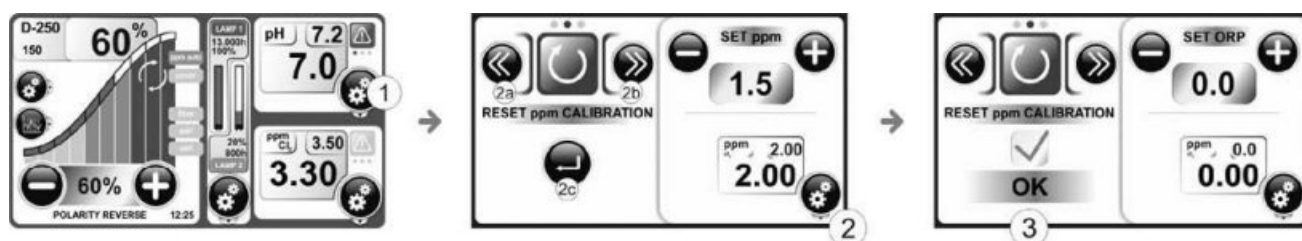

Рисунок 32
1. Нажмите кнопку SETPOINT [1]. (Рисунок 32)